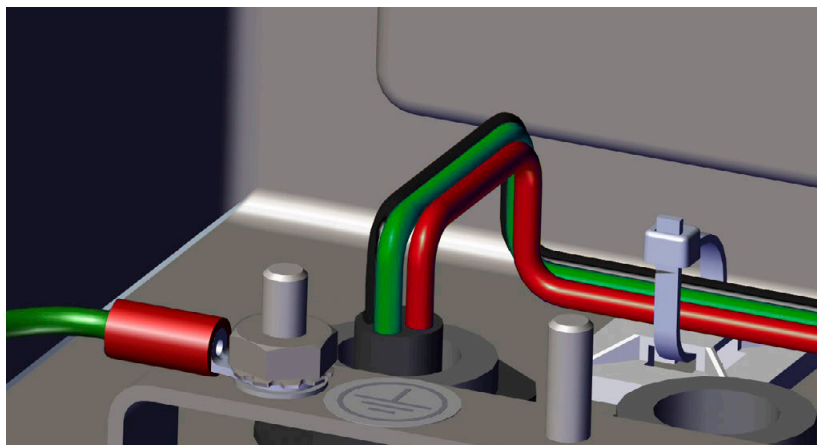

Figure 2-21. Acheminement du cordon d'alimentation CC
1. Acheminer le câble via le presse-étoupe. Se reporter à Figure 2-21.